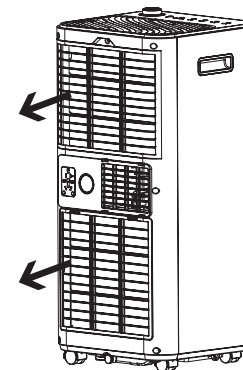

Рис. 19
1. Откройте крышку воздухозаборной решетки и извлеките фильтры согласно рис. 19.